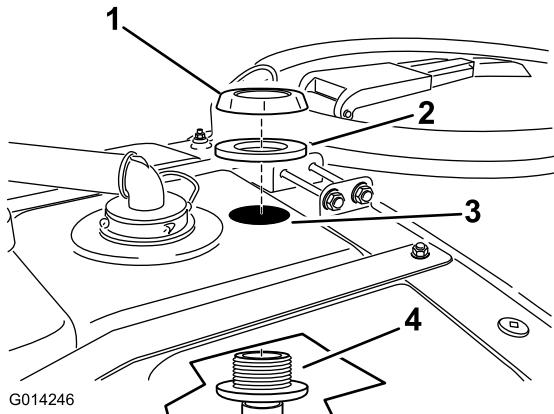

图15
2. 将喷嘴组件向上穿过刚才钻的孔 (图15)。
3. 将垫片和塑料凸缘螺母拧在药缸顶部隔板外露的螺纹上 (图15)。